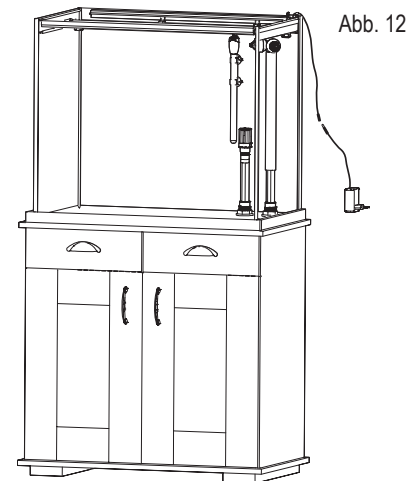

Abb. 12
3. Verbinden Sie den LED-Balken mit dem LED-Treiber (Abb. 12).